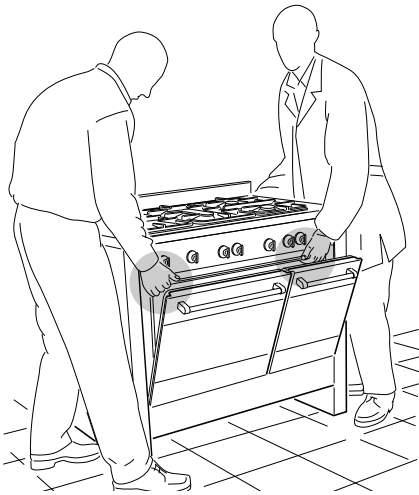

Afb. 8.3
Assembleer het achterscherm "C" (afb. 8.3) alvorens het fornuis te installeren.
- Assembleer het achterscherm zoals aangegeven in afbeelding 8.3 en bevestig het door de schroef "B" en de afstandsringen "A" vast te draaien.